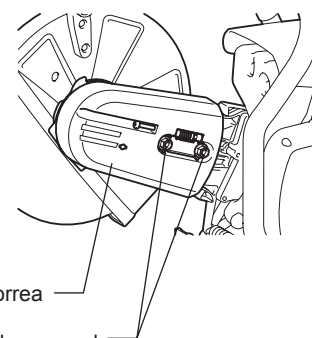

Fig. 7
- (7) Monte la cubierta de la correa. (Fig. 7)